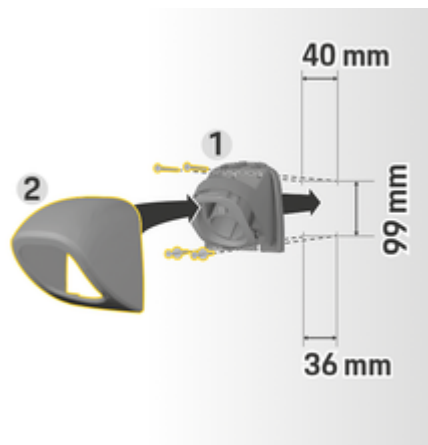

Fig. 25 Dimensiones de perforación
1. Retire el soporte del enchufe 1 de la cubierta (Fig. 25) 2 (Fig. 25).
4. Atornille el soporte del enchufe 1 (Fig. 25) a la pared.
5. Encajar la cubierta 2 (Fig. 25) en el soporte del enchufe 1 (Fig. 25) desde abajo y presiónelo hacia arriba.